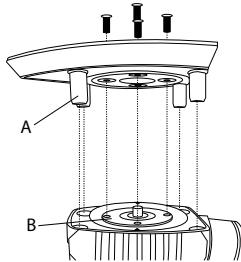

Figure 1
- Le plateau de ponçage vibrant ⑨ ne peut être monté que dans un sens sur l'appareil. Respectez pour cela les repères fléchés sur le plateau de ponçage vibrant ⑨. Ils doivent pointer vers l'avant. La pointe du plateau de ponçage triangulaire ⑪ pointe vers l'avant.
- Les broches caoutchouc ⑮ ont une rainure sur le côté. Celle-ci doit être orientée en direction des ergots des alésages de réception du plateau de ponçage ⑨ ⑪ respectif. Voici comment insérer les broches caoutchouc ⑮ dans le plateau de ponçage ⑨ ⑪.
- ◆ Montez maintenant le plateau de ponçage souhaité. Assurez-vous que la plaque de fixation B est orientée vers le plateau de ponçage. Les trous taraudés de la plaque de fixation B doivent être orientés vers les trous correspondant du plateau de ponçage respectif. Les broches caoutchouc A ⑯ (uniquement plateau de ponçage ⑨ et ⑪) vers les trous dans l'appareil (voir fig. 1).